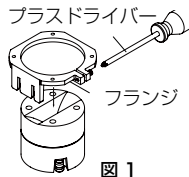

図 1
1. 本体のホーン部を上にして静かに置きます。フランジのネジをゆるめ、図 1 に示すような向きで本体に取付けます。